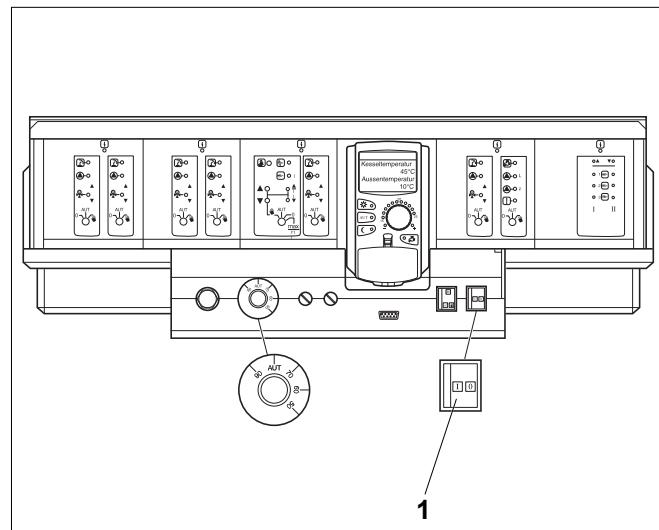

Рис. 38 Система управления Logamatic 4000
- Переведите пусковой выключатель (Рис. 38, **поз. 1**) в положение "0" (ВЫКЛ), на установке с двумя котлами – на двух системах управления.
- Если установка с двумя котлами подключена к подходящей для этого системе отвода дымовых газов, то в летний период она может работать только с одним котлом. На котле 2 переведите пусковой выключатель (Рис. 38, **поз. 1**) в положение "0" (ВЫКЛ).